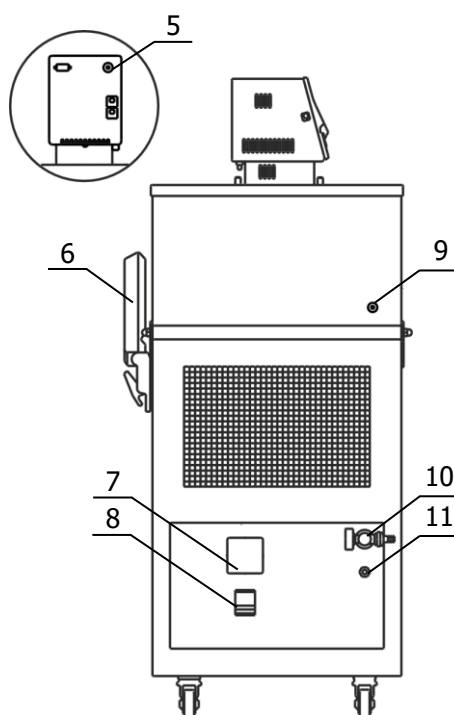

Рисунок 4 — Боковая панель термостата
2.2.5 К переливному штуцеру 11 (рисунок 4) присоединить гибкий шланг, второй конец которого опустить в емкость для сбора излишков теплоносителя объемом 1.5–2 литра.
2.2.7 Вставить вилку сетевого кабеля блока регулирования в розетку 7 (рисунок 4). Соединить кабелем из комплекта поставки блок регулирования (разъем 5) и холодильную машину (разъем 9). Сетевой кабель термостата подключить к питающей сети. Для этого в лабораторном помещении должна быть установлена электрическая розетка из комплекта поставки термостата.
2.2.8 Автоматический выключатель 8 (рисунок 4) перевести в положение «включено».
2.2.11 Установить на задней стенке термостата лампу подсветки 6 (рисунок 4) из комплекта поставки.
2.3.3 При работе термостата на температурах, близких к нижней границе диапазона регулирования необходимо доливать теплоноситель до момента слива его из переливного штуцера 11 (рисунок 4) при охлаждении термостатов на каждые 10 °С.
- на короткое время перевести автоматический выключатель 8 (рисунок 4) в положение «выключено»;
2.4.4 Для повторного запуска холодильной машины после наступления аварийной ситуации необходимо отключить питание термостата, для этого перевести автоматический выключатель 8 (рисунок 4) в положение «выключено».
2.5.2 Надеть сливной шланг из комплекта поставки на кран 10 (рисунок 4) и закрепить его хомутом. Свободный конец шланга опустить в емкость для сбора теплоносителя объемом, превышающим объем термостата.